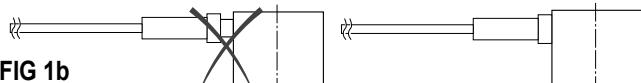

FIG 1b
- Correctly connect the RVCK coil (see Fig. 4) with the relative RVCC cable and make sure it is perfectly tight (see Fig. 1b).
- Acoplar correctamente la bobina RVCK (ver Fig. 4) con el respectivo cable RVCC asegurando una perfecta estanqueidad (ver Fig. 1b).
- Raccorder correctement le serpentin RVCK (voir Fig. 4) au câble RVCC correspondant en vérifiant l'étanchéité (voir Fig. 1b).
- Accoppiare correttamente la bobina RVCK (vedi Fig. 4) con il relativo cavo RVCC assicurando una perfetta tenuta (vedi Fig. 1b.).
- Die Spule RVCK (siehe Abb. 4) für einen perfekten Anschluss korrekt mit dem entsprechenden RVCC-Kabel verbinden (siehe Abb. 1b.).